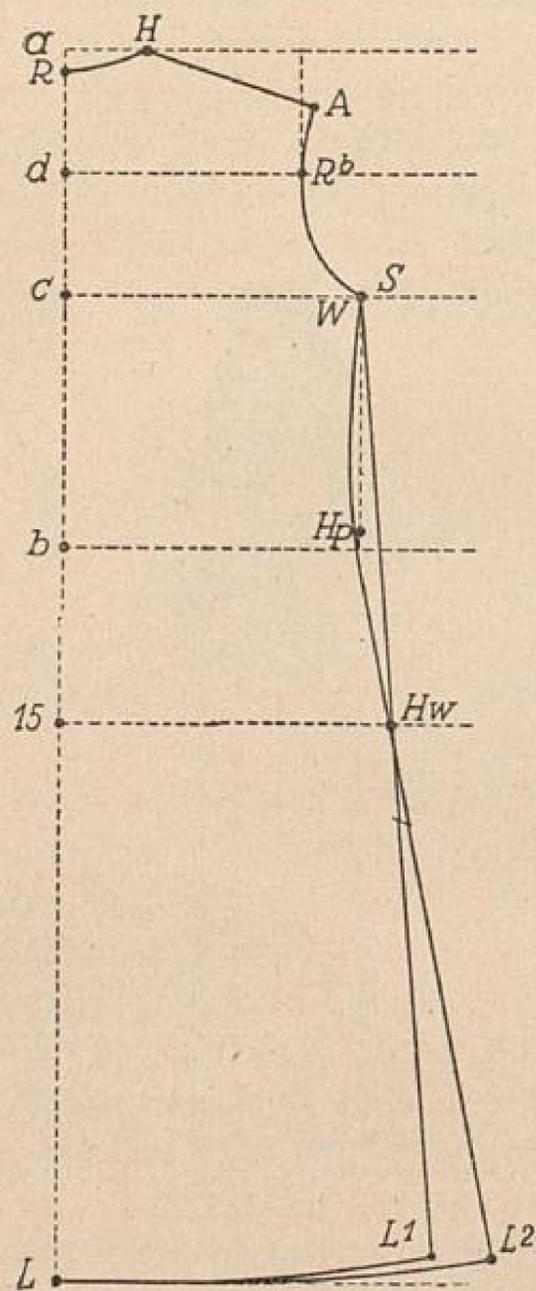

Abb. 4
- Wir errichten die übliche Winkellinie (Abb. 4).